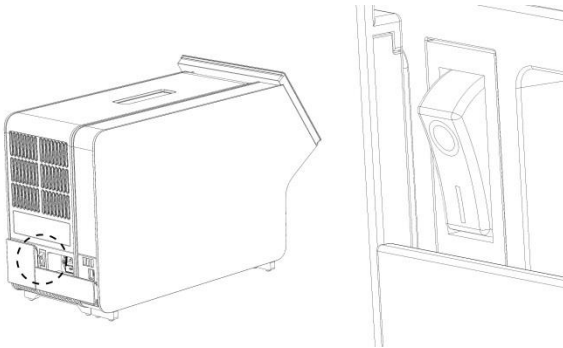

图 8 找到电源开关并将其设置到“1”位置。
- 将分析模块背面的电源开关按到“1”位置打开仪器（图 8）。检查分析和操作模块的状态指示灯是否为蓝色。